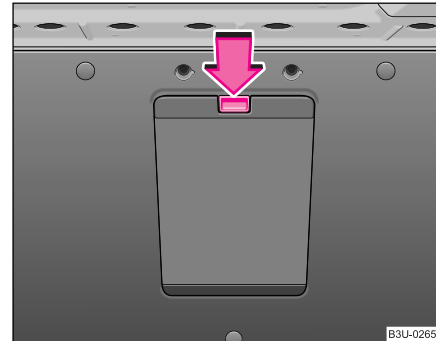

Fig. 66 Portbagajul: Capacul sacului pentru schiuri
- Apăsați în portbagaj tasta de deblocare a capacului sacului și deplasați-o în jos ♥ pagina 83, fig. 66.